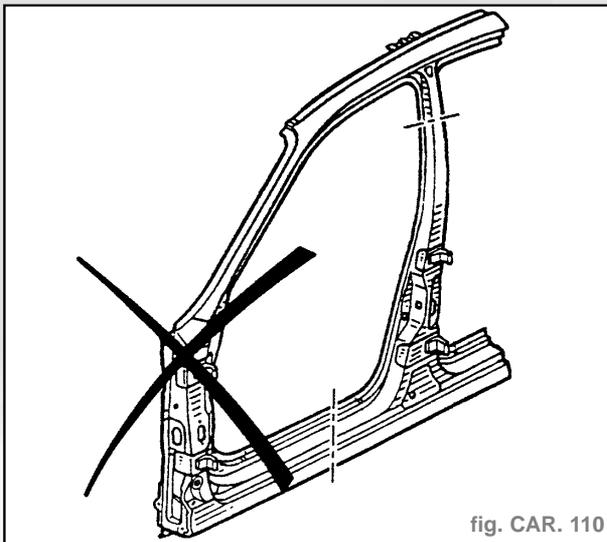

fig. CAR. 110
- Pièce assemblée avec (fig. CAR. 110)